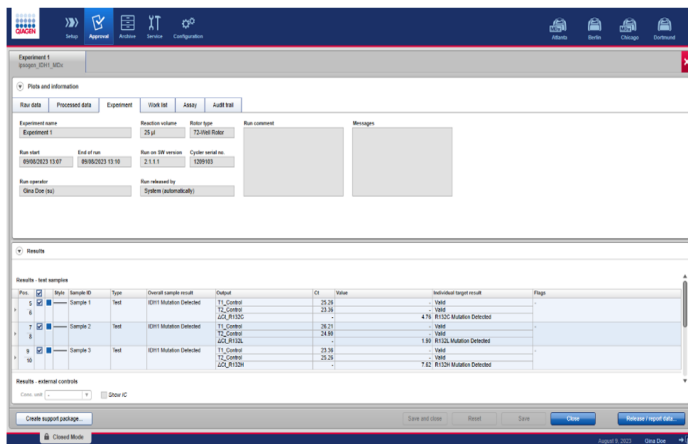

Figura 18. Ventana de resultados de las muestras.
- Si los resultados del control de muestras se hallan dentro del rango aceptable, en la columna «Overall sample result» se informará «No Mutation Detected» (No se detectó ninguna mutación) o «IDH1 Mutation Detected» (Se detectó una mutación de IDH1) (Figura 18). Esto indica que la concentración de ADN de la muestra es adecuada para realizar el análisis de mutaciones.